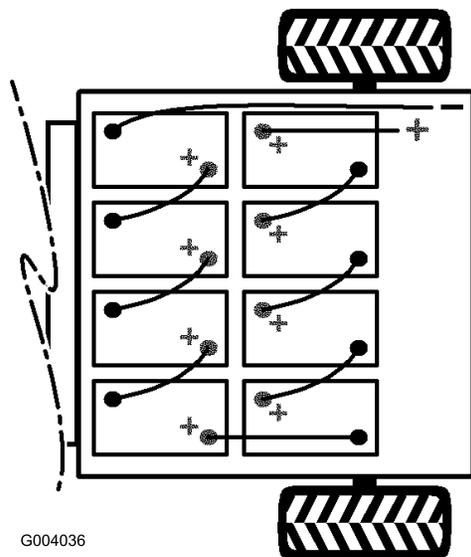

Bild 6
- Setzen Sie die Batterien ein (Bild 6).
Hinweis: Achten Sie auf die Batteriepolarität, wenn Sie neue Batterien einsetzen (Bild 6).
6. Verbinden Sie die Batterien mit den Batteriekabeln, die in den losen Teilen enthalten sind (Bild 6).
7. Ziehen Sie die Schraube an und befestigen Sie die andere Seite des Clips mit einer neuen Schraube (5/16" x 3/4") und einer Bundmutter (5/16") (Bild 6).
8. Schließen Sie das lange, rote, Hauptpluskabel zwischen dem Batterieverteiler und der Maschine an (Bild 6).
9. Schließen Sie das lange, schwarze Hauptminuskabel zwischen dem Batterieverteiler und der Maschine an (Bild 6).